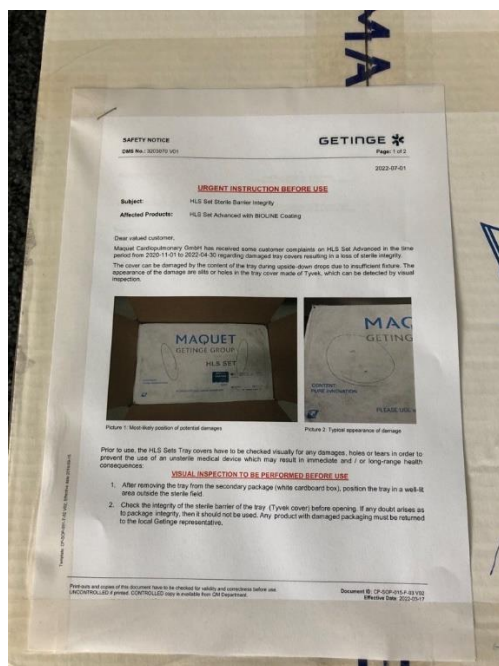

Figura 7: Anexo afixado pela SSU em cada caixa branca
- Anexe o Aviso de segurança de campo fornecido para o cliente a todos os produtos afetados em seu estoque, antes de enviá-los aos clientes finais. Se isso já foi feito pelo seu representante Getinge (veja a figura 7), você não precisa fazer isso.